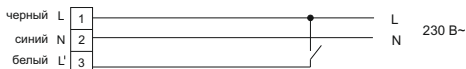
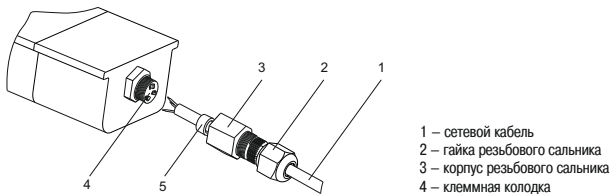

Рисунок 4
Рисунок 5
### 3.2.5.2 Непостоянный аварийный режим работы (рисунок 4):
3.2.8 Для подключения светильника необходимо (рисунок 5):
- присоединить подготовленные концы сетевого кабеля 1 к контактным зажимам клеммной колодки 4, согласно маркировке: (L) – фаза, (N) – нейтраль (кроме ДСП 1336А). Подключение светильника ДСП 1336А производить согласно выбранного режима работы (3.2.5) и схемы подключений (рисунок 4; рисунок 5).